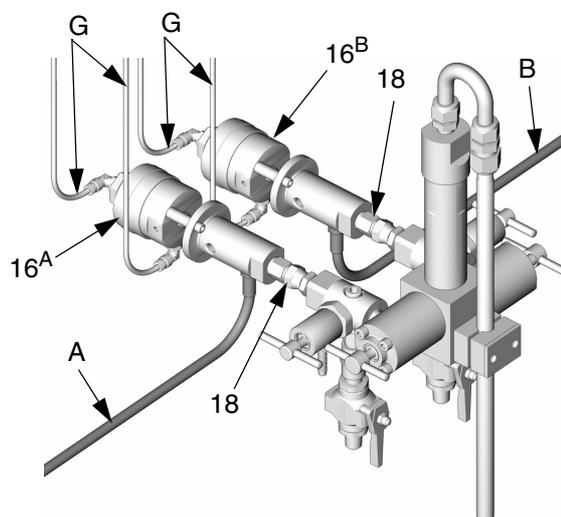

FIG. 4: Ref. pieza 234451/234592
2. Desconecte la línea de fluido (A o B) de la válvula dispensadora (16^A o 16^B). FIG. 4.
3. Desconecte las dos líneas de aire (G).
4. Desenrosque la válvula dispensadora (16) del racor giratorio (18).